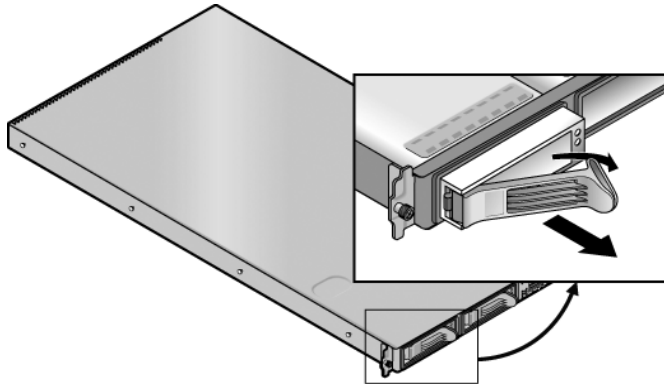

図 3-7 SCSI ハードディスクドライブのキャリアおよび取り外しレバー
2. 取り外しレバーをしっかりと持ち、慎重に左方向に回転させて完全に開きます (図 3-7 を参照)。